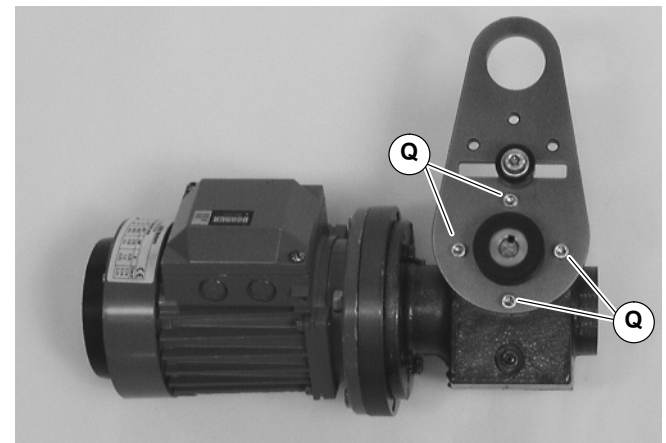

Abbildung 5
2. Falls erforderlich, die Getriebemotorposition durch Herausschrauben von vier (4) Schrauben ändern (Qsiehe Abbildung 5) Den Getriebemotor in die andere Position drehen und die Schrauben wieder einsetzen (Q). Mit 12 Nm festziehen.